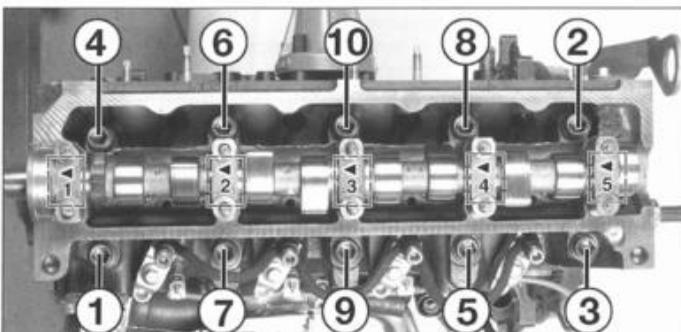

FIG. 38
- Aflojar los tornillos de fijación de la culata en el orden indicado (fig. 38).